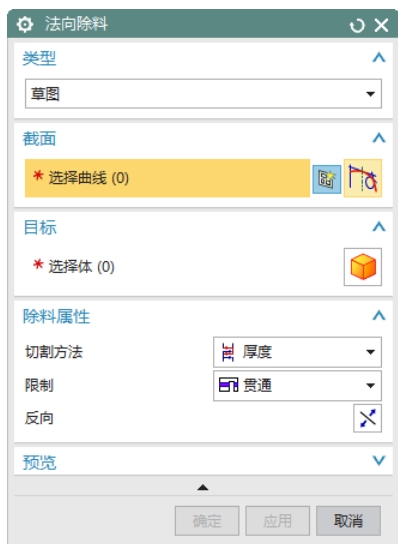
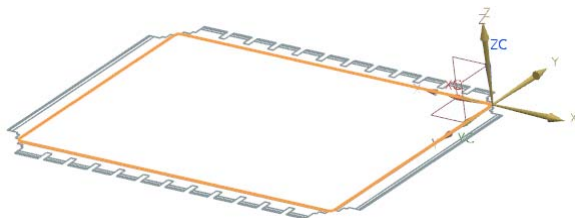

图 2-38 “法向除料”对话框
图 2-64 选择草图工作平面
(1) 选择“菜单(M)”→“插入(S)”→“切割(T)”→“法向除料(N)”，或者单击“主页”选项卡“特征”面组上“法向除料”按钮 , 打开如图 2-38 所示“法向除料”对话框。
(1) 选择“菜单(M)”→“插入(S)”→“切割(T)”→“法向除料(N)”,或者单击“主页”选项卡“特征”面组上的“法向除料”按钮,打开如图2-38所示“法向除料”对话框。
(2) 在“法向除料”对话框中,单击“绘制截面”按钮,打开“创建草图”对话框。
(3) 在视图区选择草图工作平面,如图2-64所示。